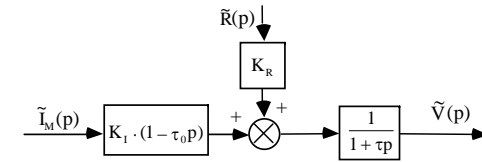

Figure 2
9) Déterminer alors les fonctions de transfert en boucle ouverte  $\left. \frac{\tilde{V}(p)}{\tilde{I}_M(p)} \right|_{\tilde{R}(p)=0}$  et  $\left. \frac{\tilde{V}(p)}{\tilde{R}(p)} \right|_{\tilde{I}_M(p)=0}$ . Pour le schéma-blocs de la figure 2, exprimer alors les paramètres  $K_I, \tau_0, K_R, \tau$ .